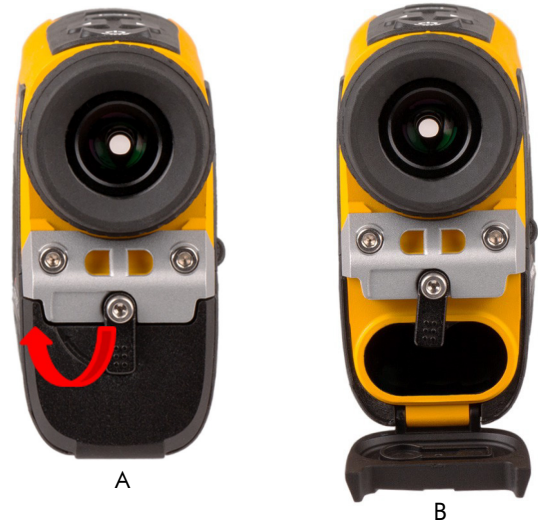

Abbildung 4
1. Öffnen Sie den Batteriefachdeckel, indem Sie den Hebel leicht nach unten drücken und vorschieben (Abbildung 4).